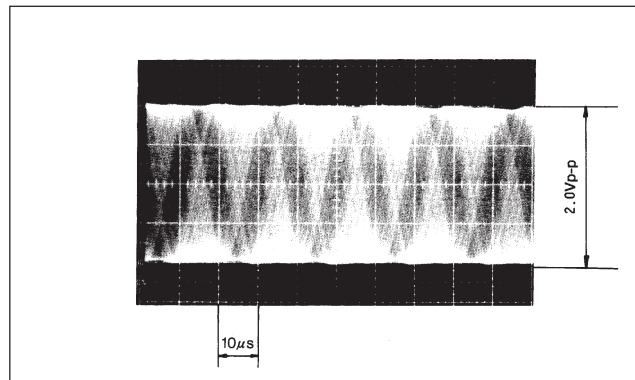

Abb. 9
- ⑥ Stellen Sie den Regler RV2 erneut ein, so daß die Sinuswellenamplitude zwischen 1,9 Vp-p und 2,1 Vp-p liegt, wie in Abb. 9 gezeigt. Abb. 9 zeigt den idealen Einstellungszustand.